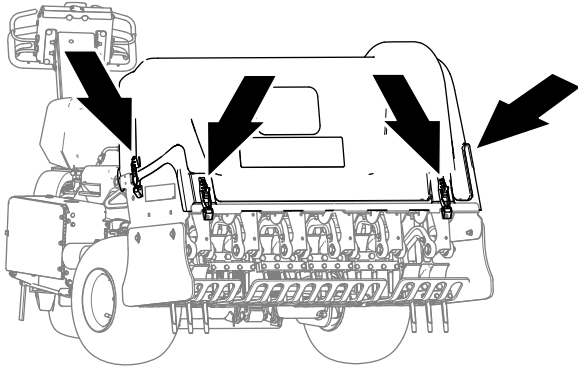
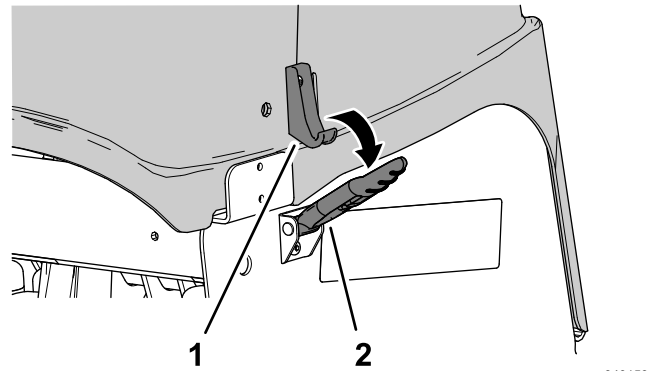

Bild 148
Bild 150
4. Entriegeln Sie die Abdeckung des Aerifizierkopfs an den vier Verriegelungspunkten (Bild 148 und Bild 150).